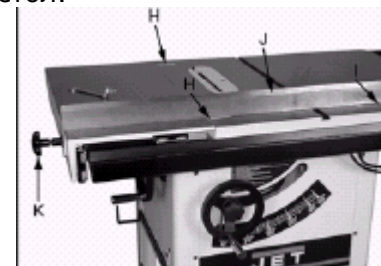

Рис. 10
Смонтируйте блокировку подвижного стола (K, Рис.10)
Установите два пластинчатых щупа 90° 0,4 мм (H, Рис. 10) между концами стола. Это облегчит параллельное выставление подвижного стола относительно стола станка.
Положите прямой пластинчатый шаблон 0,4 мм (I, Рис.10) на стол, а затем поставьте линейку (J) на оба пластинчатых щупа. Это